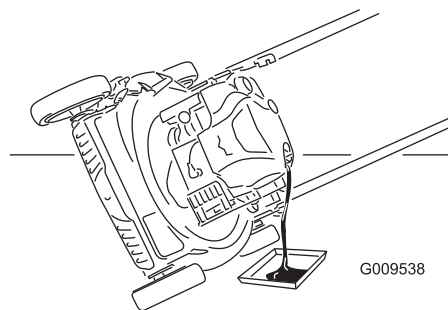

Figura 26
4. Coloque la máquina de lado con la varilla de aceite hacia abajo para drenar el aceite usado a través del tubo de llenado de aceite (Figura 26).